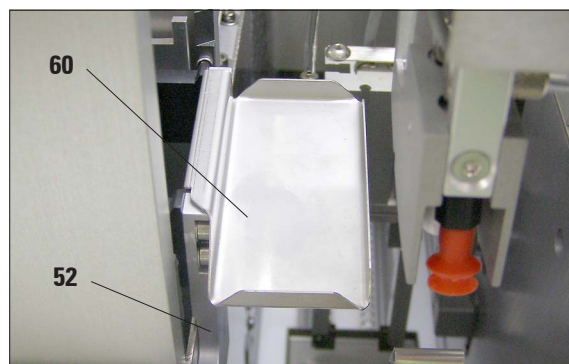

Fig. 24
- Agganciare il vassoio di raccolta dei vetrini coprioggetto nell'uscita vetrini, come illustrato in Fig. 24, inserendolo verso destra (52). Quando si lavora con lo strumento, controllare sempre che sia ben saldo in posizione.